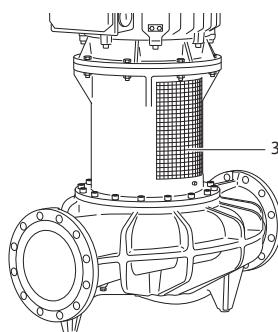

Fig. 48: Смонтированная предохранительная плата муфты
- Эксплуатировать насос только со смонтированными предохранительными пластинами муфты (Fig. 48, поз. 3).